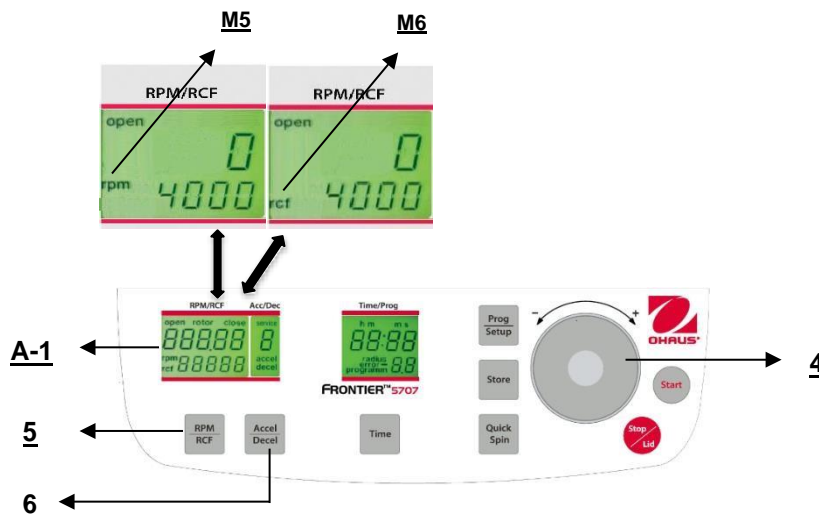

Figure. 16
Cette présélection est activée au moyen de la touche **"RPM/CF"** (5) (voir la figure 16 ci-dessous). En appuyant sur la touche une fois, le mot **"rpm"** (M5) clignote. En appuyant sur la touche deux fois, il est possible de présélectionner les forces centrifuges. Le mot clignotant **"rcf"** (M6) apparaît alors. L'utilisateur peut définir les valeurs désirées avec le cadran de réglage (4). Sur l'affichage (A-1), la valeur régulée est présentée en permanence, avant, pendant et après la centrifugation.